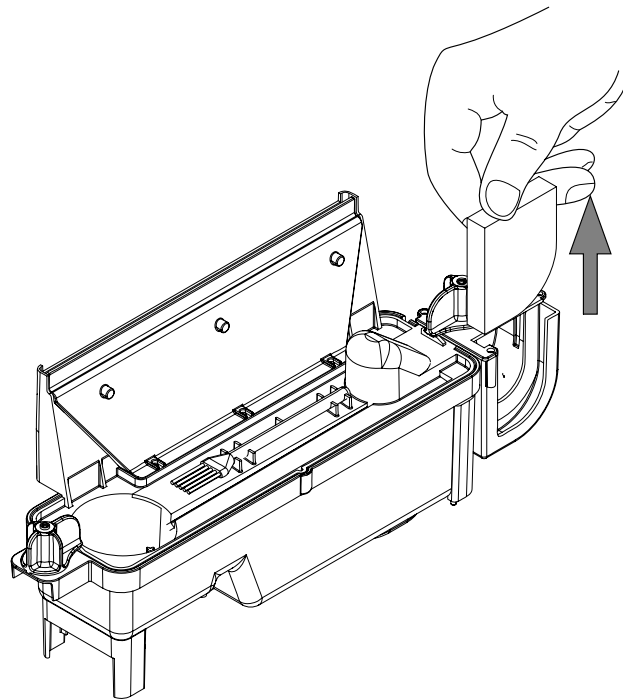

Fig.11
3. Deslice suavemente el filtro de aire hacia arriba para sacarlo del soporte de plástico. (Véase la Fig. 11)